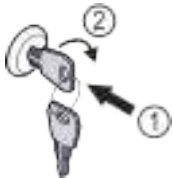

Fig. 103
- ▶ Schlüssel hineindrücken Fig. 103 (1).
- ▶ Schlüssel um 90° im Uhrzeigersinn drehen Fig. 103 (2).